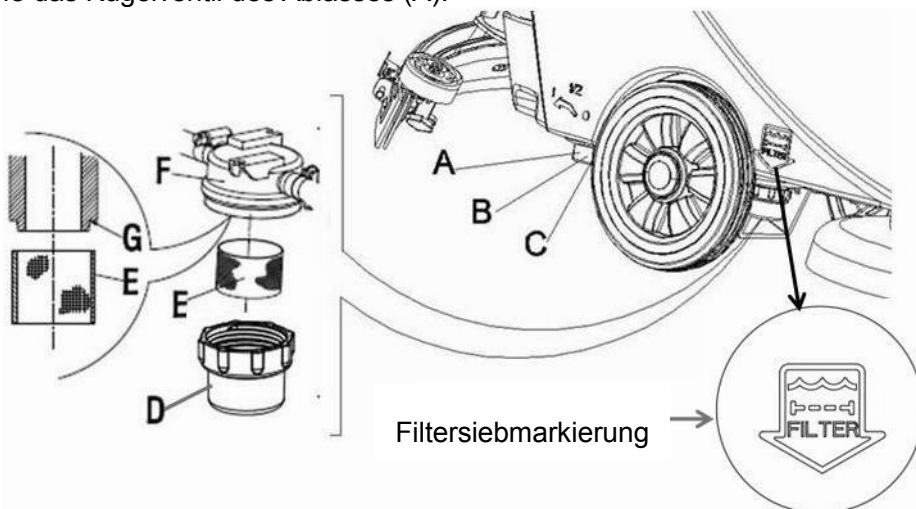

Abbildung 17
3. Drücken Sie den Netzschalter (41) auf die "O"-Position und schalten Sie das Gerät aus.
4. Drehen Sie das Kugelventil des Ablasses zu (A, Abbildung 17) (es befindet sich an der Unterseite des Geräts, hinter den Rädern). Position B Kugelventil geöffnet und Position C Kugelventil geschlossen.
5. Entfernen Sie den transparenten Deckel (D) und dann den Filter (E), und installieren Sie ihn nach der Reinigung auf der Filterabdeckung (F).